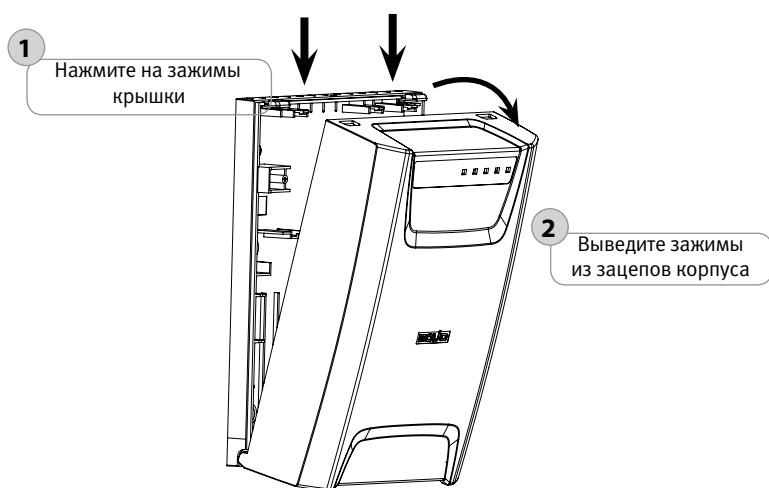

Рисунок 9. Снятие крышки
- Снимите крышку в порядке, указанном на рис. 9.